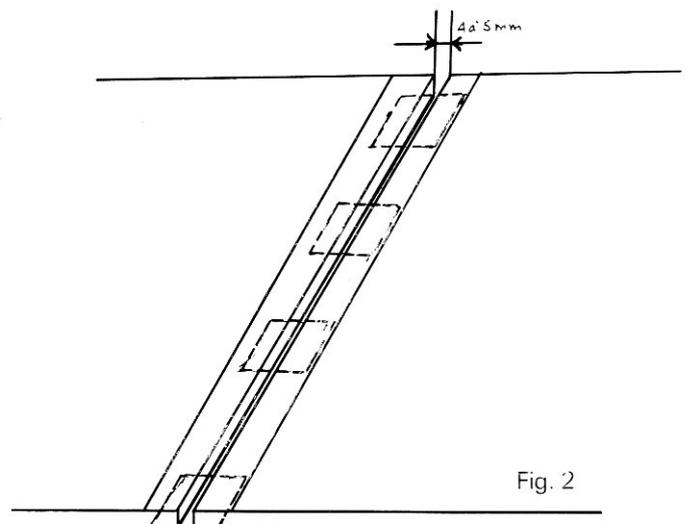

Fig. 2
5) Retourner l'ensemble (les morceaux de bande adhésive de maintien sont donc maintenant au-dessous) (Fig. 2)